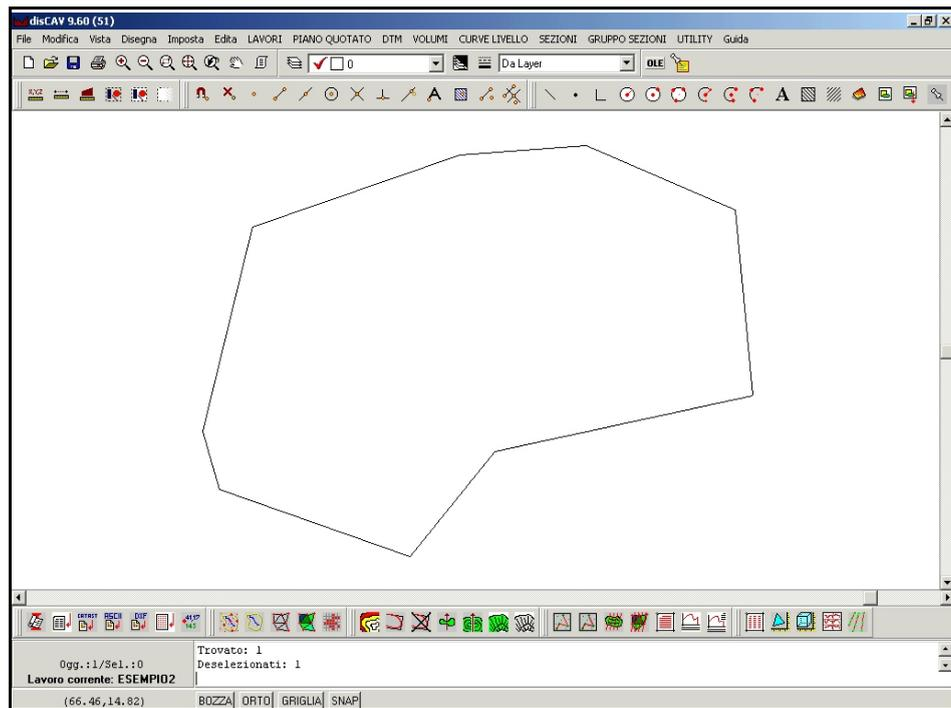
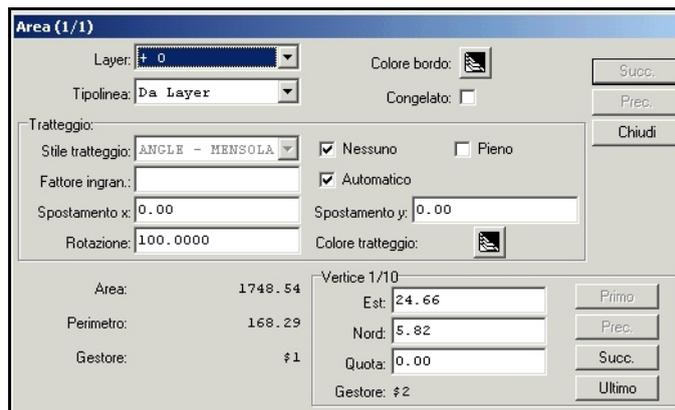

FIGURA 4.4
FIGURA 4.5
Per terminare il disegno e chiudere il poligono, cliccare sul tasto sinistro del mouse. I punti possono essere inseriti anche digitando le coordinate da tastiera. In figura 4.4, viene esposto il disegno di un poligono e in figura 4.5 le caratteristiche del poligono stesso ottenute con il comando **Edita - Lista** che descriveremo più avanti.
- utilizzare il comando **Edita - Lista** per visualizzare area e perimetro del poligono creato (figura 4.5).